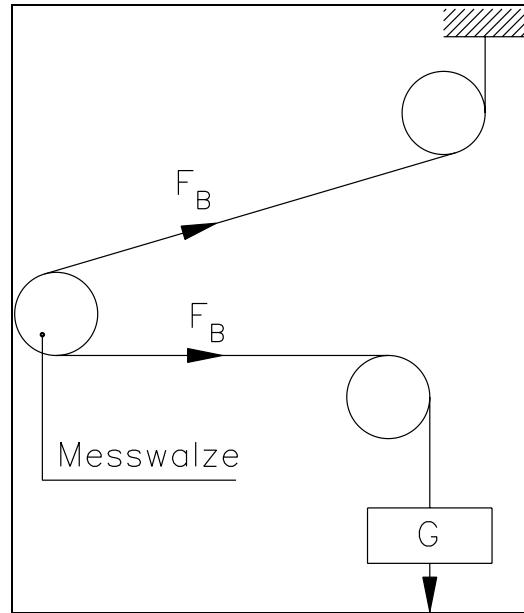

Bild 11: Kalibrierung des Verstärkers
Die folgenden Hinweise beziehen sich auf eine Inbetriebnahme und Kalibrierung in der Maschine, wobei der Materialzug durch ein Gewicht entsprechend dem Materialzug nachgebildet wird (siehe Bild 11).
- Material oder Seil mit einem definierten Gewicht beladen (Bild 11).